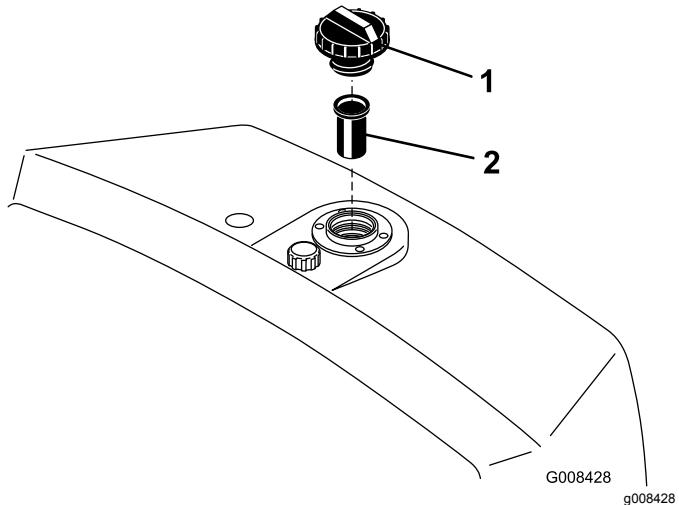

Figura 47
2. Togliete il tappo dal serbatoio e controllate il livello del fluido. Il fluido deve raggiungere la base del filtro presente nel collo del bocchettone di riempimento (Figura 47).